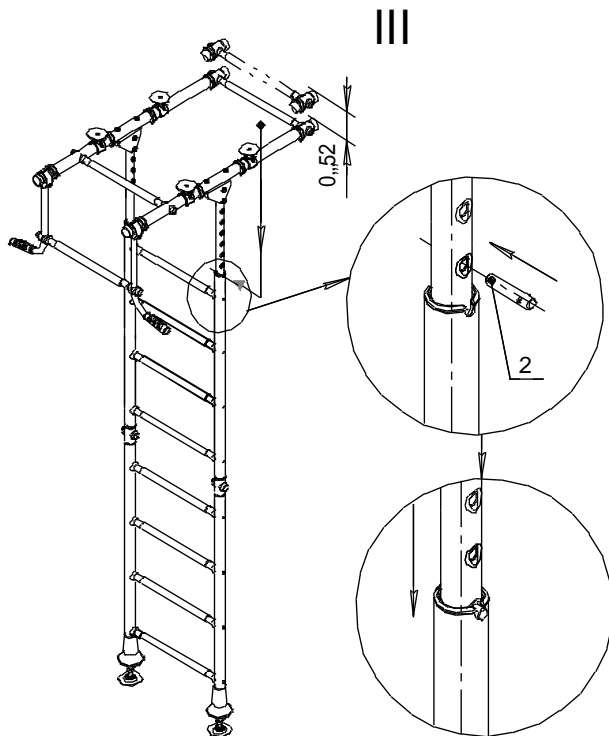

Рис.6
- III- Установить оси поз.2 и плавно опустить раму (рис.6).